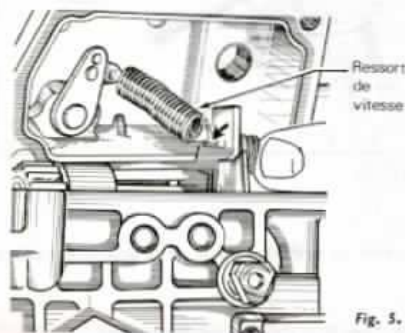

Fig. 5.
- 1^{re} Dans le cas d'un régulateur « toutes vitesses », décrocher le ressort de vitesse de la butée de ralenti (fig. 5).